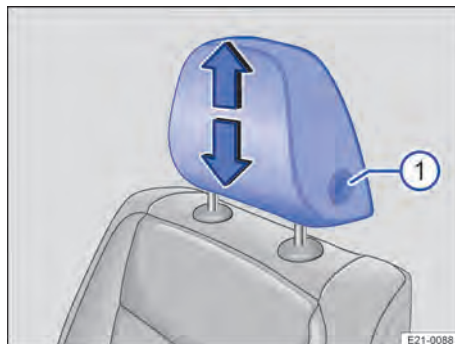

Fig. 79 Première rangée de sièges : réglage de l'appui-tête
1. Déplacez l'appui-tête vers le haut ou vers le bas en maintenant la touche enfoncée → fig. 79 ①.